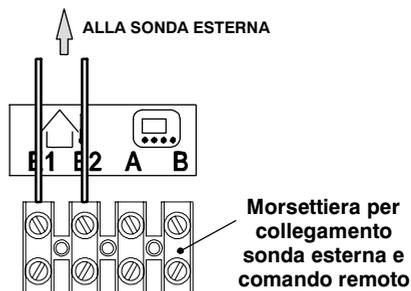

Figura 5.34
- Collegare ai morsetti **E1** e **E2** della morsettiatura i due conduttori elettrici come indicato in Figura 5.34.